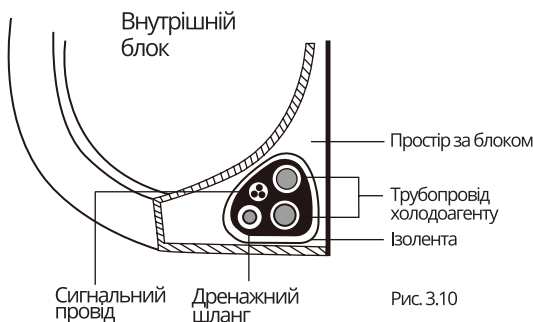

Рис. 3.10
1. Обмотайте дренажний шланг, трубопровід холодоагенту і сигнальний кабель як показано на Рис. 3.10.
3. Обв'яжіть сигнальний провід, трубопровід холодоагенту і дренажний шланг щільно разом ізоляційною стрічкою. Двічі перевірте, що всі елементи зв'язані відповідно до Рис. 3.10.